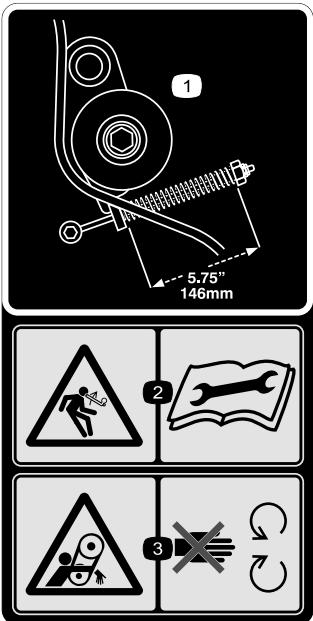

Figure 32
- Vérifiez que la tension de la courroie est correcte en comprimant le ressort de tension à 146 mm (5¾ po); voir Figure 32.